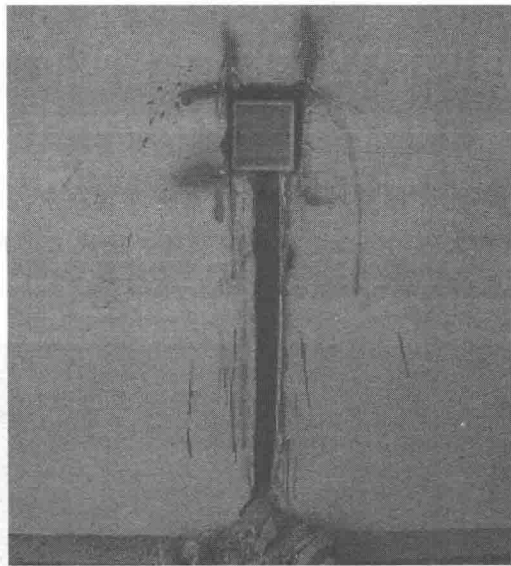

图 1-5 底盒安装示意图
(2) 底盒安装相关标准和要求
① 进门开关底盒边距地面 1.2~1.4m，侧边距门套线必须大于或等于 70mm，距门口边为 150~200mm，开关不得置于单扇门后，并列安装相同型号开关距水平地面高度相差应小于或等于 1mm，特殊位置（床头开关等）的开关按业主要求进行安装，同一水平线的开关应小于或等于 5mm。开关、插座应采用专用底盒，四周不应有空隙，盖板必须端正、牢固。
② 底盒安装时，开口面需与墙面平整牢固、且方正，不凸出墙面，如图 1-5 所示。底盒安装好以后，必须用钉子或者水泥砂浆固定在墙内。